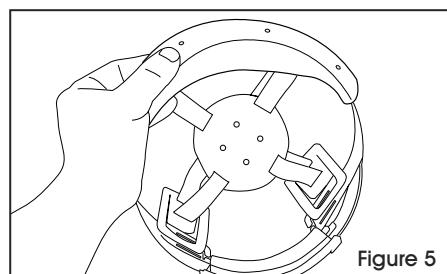

Figure 5
4. Repliez le bandeau absorbant vers le bas par dessus le dispositif de suspension et fixez-le aux 4 crochets inférieurs. (Voir Figures 5 et 6)